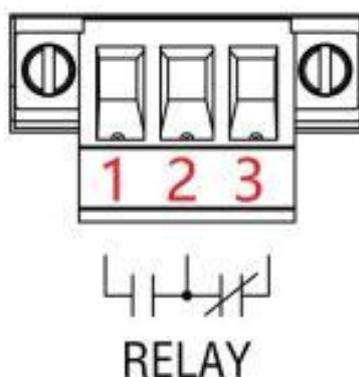

Рисунок 17 Реле
**Важно! При подключении двух резервируемых источников питания нельзя использовать разные диапазоны питания (100-240 VDC/VAC и 18-60 VDC). Необходимо использовать 18-60 VDC см. рис. 17, 18.**
**Важно!** При подключении двух резервируемых источников питания нельзя использовать разные диапазоны питания (100-240 VDC/VAC и 18-60 VDC). Необходимо использовать 18-60 VDC см. рис. 17, 18.